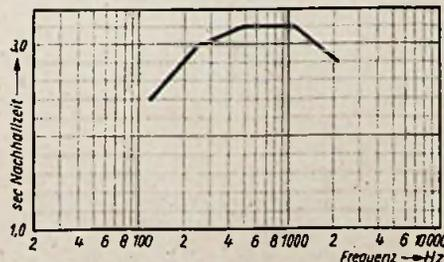
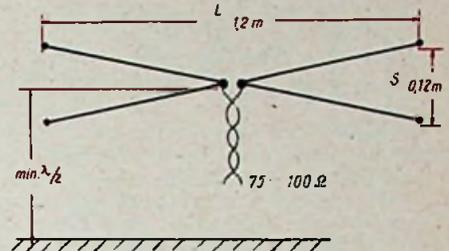

Abb. 4. Nachhallkurve der alten (unbesetzten) Philharmonie; Rauminhalt 17 000 m³
Abb. 2. Abmessungen des V-Dipols als UKW-Empfangsantenne nach Kollak-Wehde
Abb. 2. Optimale Kurven (theoretisch) für Konzertsaal von 10 000 m³: ① Mittelwerte der deutschen Auffassung, ② Mittelwerte der amerikanischen Auffassung mit Anstieg ab 4000 Hz (nach Olson)
nicht so sehr, während andererseits verschiedene als musikalisch vorzüglich geeignete Säle erhebliche Unterschiede in der Nachhallzeit aufweisen, so daß bei Neubauten das geschmackliche Moment zu berücksichtigen ist. Abb. 2 zeigt zwei Kurven, die nach den Forderungen des deutschen und des amerikanischen Geschmacks für einen Raum von 10 000 m³ Inhalt aufgestellt sind. Grundsätzlich neigt man bei uns zu der mittleren Nachhallzeit von 1,8 sec, die auch dem 5300 m³ großen neuen Studio in Hamburg gegeben wurde!). In jedem Fall wird ein Anstieg bei tieferen Frequenzen angestrebt, wodurch der Klang mehr Volumen bekommt. Der Anstieg bei den höheren Frequenzen der amerikanischen Kurve in Anlehnung an die Empfindlichkeitskurve des menschlichen Ohrs bewirkt, daß auch die höheren Obertöne im Pianissimo erhalten bleiben, und damit den Gesamtklang viel Glanz gegeben wird. Wie wenig dies jedoch entscheidend ist, zeigt beispielsweise die Kurve (Abb. 4) der alten Philharmonie (Rauminhalt 17 000 m³), die akustisch anerkannt gut war. Läßt man einen mittleren Toleranzbereich für eine einwandfreie Konzertsaalakustik zu, so ergibt sich der schraffierte Bereich der Abb. 5. Man erkennt klar, wie sich die Nachhallkurve des Titania-Palastes vor dem Umbau (untere Kurve) durch die akustische Korrektur verbessert hat. Wie wenig der Abfall in den
Um für eine einfache kapazitive Bandspreizung durch Reihenschaltung einer Serienkapazität C_R mit dem Drehkondensator nach Skizze auf Abb. 2 die Rechenarbeit zu erleichtern, wurden die beiden Schaubilder Abb. 1 und 2 entworfen*).
Abb. 1. Kurvenblatt zur Bestimmung der Reihenkapazität C_R in Abhängigkeit von der Bandbreite bei verschiedenen unteren Frequenzen. Zugrunde gelegt ist die Schaltung nach Abb. 2 mit einer Anfangskapazität von 20 pF und einer Endkapazität von 500 pF des Drehkondensators
Abb. 2. Kurven zur Bestimmung der Spuleninduktivität in Abhängigkeit von der Bandbreite bei verschiedenen unteren Frequenzen f₂. Die Kurven sind nach der Gleichung 6 bei Annahme eines C_a von 20 pF und eines C_e von 500 pF errechnet; kleine Abweichungen sind zulässig
nach der das Diagramm in Abb. 2 berechnet wurde.
Eine weitere Antenne, die besonders für beschränkte Raumverhältnisse geeignet ist, sei in Abb. 2 vorgeschlagen. Im Prinzip ist diese Antenne ebenfalls ein Dipol, dessen Kapazität durch die Spreizung der Leiter jedoch größer ist als die der normalen Ausführung. Damit wird die Antennengüte geringer; deshalb ist diese ausgesprochene Empfangsantenne weniger resonanzscharf. Die Spreizung kann horizontal oder vertikal erfolgen, wobei man allerdings darauf zu achten hat, daß die effektive Antennenhöhe mindestens gleich der halben Wellenlänge ist, d. h. also rund 1,50 m für das FM-Band. Da man jedoch aus den bekannten Gründen die UKW-Antenne möglichst hoch anbringen wird, ist diese Bedingung für den FM-Betrieb
leicht erfüllbar. Das in der Mitte dieses V-Dipols anzuschließende Kabel kann beliebig lang sein (Drill-Feeder) und den in Abb. 2 angegebenen Wellenwiderstand besitzen. Für andere Betriebswellenlängen kann man etwa rechnen, daß dieser „kurze“ Dipol $\lambda/2,5$ m lang zu machen ist, wenn die Spreizung S etwa $\frac{1}{10}$ der resultierenden Gesamtantennenlänge L beträgt. C. M.
falls mehr verändert werden. Läßt sich kein ausgesprochenes Minimum feststellen, dann wird C_2 eingedreht und erneut mit C_1 ein Minimum gesucht. Schließlich wird C_2 etwas bewegt und mit C_1 nachgestimmt, bis der Anodenstrom seinen Sollwert hat. Praktischerweise dreht man beide Kondensatoren vor dem Abstimmvorgang heraus. Für die Abstimmung von Antennen mit Federleitung, von Doppeldrahtantennen und Dipolen sowie bei PP-Stufen wird das Filter nach Abb. 2 doppelt ausgeführt.